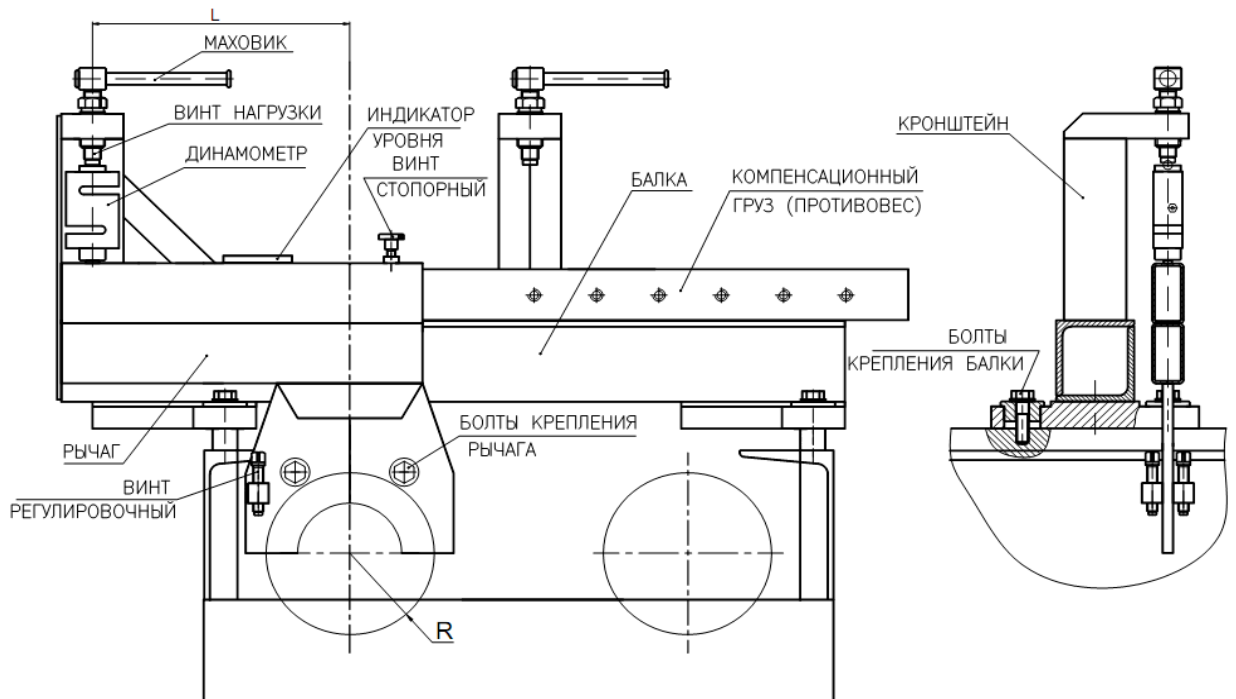

Рисунок 7 – Рычаг поперечный для поверки датчиков тормозной силы стенов
- в) устанавливают на правый мотор-редуктор рычаг в направлении заезда АТС (рис.7). Предварительно рычаг должен быть проверен на соответствие норме точности согласно Приложению Б;